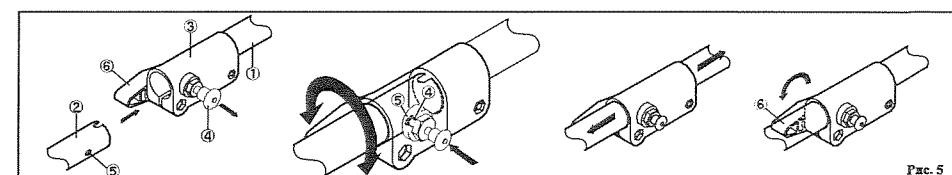

Рис. 5
3. Подсоединение вала (Рис. 5)